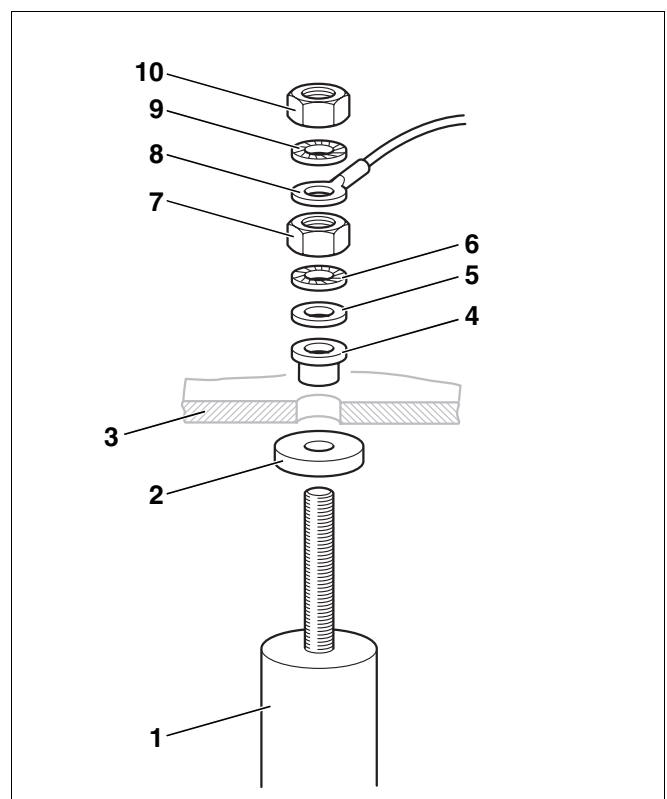

Abb. 15 Magnesiumanode austauschen
- Magnesiumanode (Abb. 15, **Pos. 1**) auf Anodenabbau prüfen. Tauschen Sie die Magnesiumanode aus, wenn der Durchmesser auf ca. 15 – 10 mm reduziert ist.
- Mutter M8 (Abb. 15, **Pos. 10**) abschrauben, um die Ringöse des Massenanschlusskabels (Abb. 15, **Pos. 8**) zu lösen.
- Mutter M8 (Abb. 15, **Pos. 7**) abschrauben.
- Handlochdeckel (Abb. 15, **Pos. 3**) von der Magnesiumanode (Abb. 15, **Pos. 1**) abnehmen.
- Neue Magnesiumanode mit den mitgelieferten Kleinteilen montieren, wie in Abbildung 15 dargestellt.